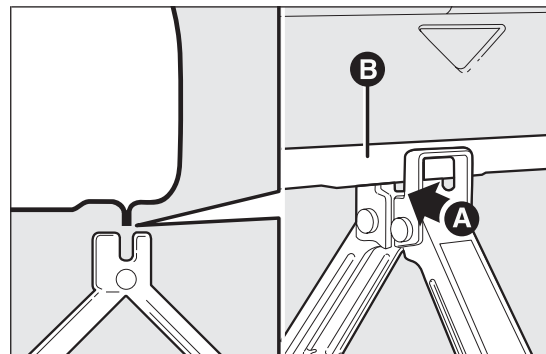

fig. 131
- ❑ accionar el gato con el mando para extenderlo hasta que la ranura A fig. 131 del gato se introduzca correctamente en el perfil inferior B